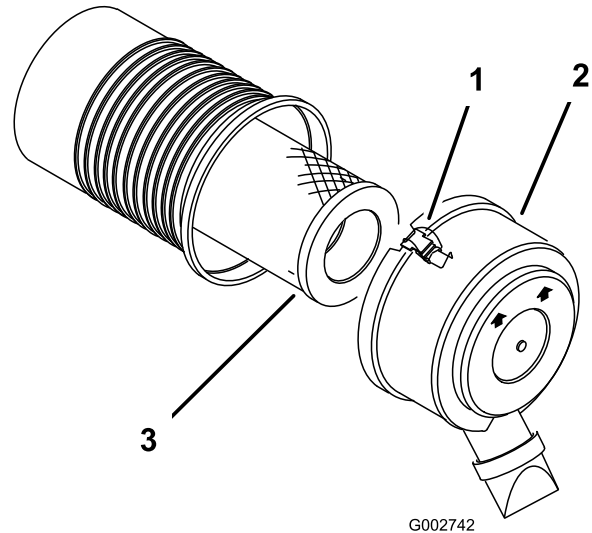

Figure 36
4. Nettoyez la surface autour du filtre à air pour éviter que des impuretés ne s'introduisent dans le moteur et l'endommagent. Ouvrez les dispositifs de verrouillage du filtre à air et enlevez le couvercle du corps du filtre (Figure 36).
6. Sortez l'élément filtrant du corps du filtre avec précaution (Figure 36). Évitez de cogner l'élément à l'intérieur du corps.
2. Insérez l'élément filtrant dans le corps du filtre avec précaution (Figure 36). Assurez-vous qu'il est bien engagé en appuyant sur le rebord extérieur.
3. Remettez en place et verrouillez le couvercle du filtre à air (Figure 36).